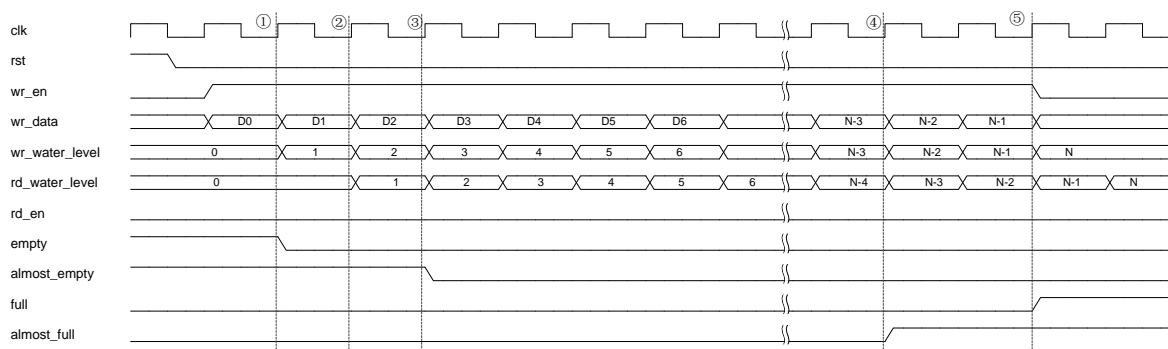

图 2-31 同步 FIFO 写入时序图
对于同步 FIFO，图 2-31 是从空状态开始写入，直至写满的时序图。时序图中的 FIFO 深度为 N，Almost Full Numbers 配置为 N-2，Almost Empty Numbers 配置为 2。
在图 2-31 中，FIFO 复位后 empty 信号为“1”，指示 FIFO 为空，almost_empty 信号也为“1”，此时，full 信号和 almost_full 信号都为“0”。当 wr_en 有效开始写入数据后（clk 上升沿①），empty 信号立刻置“0”，almost_empty 根据配置的 Almost Empty Numbers 值延迟置“0”（clk 上升沿③）。当写指针与读指针的差值等于 Almost Full Numbers 值时，almost_full 标志将置“1”（clk 上升沿④）。当 FIFO 写满时（clk 上升沿⑤），full 信号立刻置“1”。wr_water_level 信号在 wr_en 有效下递增计数，rd_water_level 信号延迟一个时钟周期递增计数。